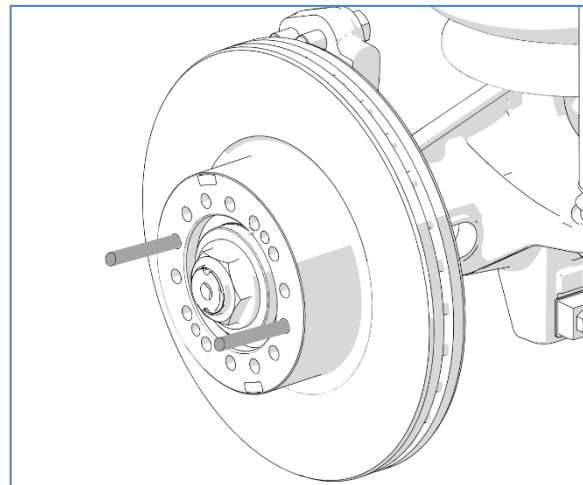

Figure 36
17. Fixer la bride de moyeu et le disque au roulement intégré (Figure 36).